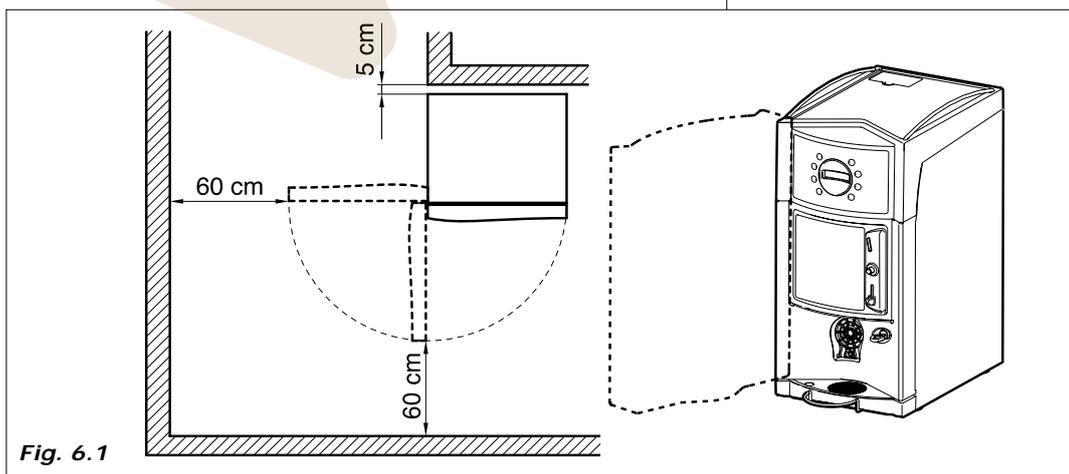

Fig. 6.1
- Instalar cerca de la pared, con una distancia mínima de 5 cm.(Fig.6.1), para permitir la ventilación. En ningún caso cubrir el distribuidor con un trapo o similar.
En caso de instalar la máquina cerca de una salida de emergencia, asegurarse de que con el distribuidor abierto haya espacio suficiente para el paso (Fig. 6.1).